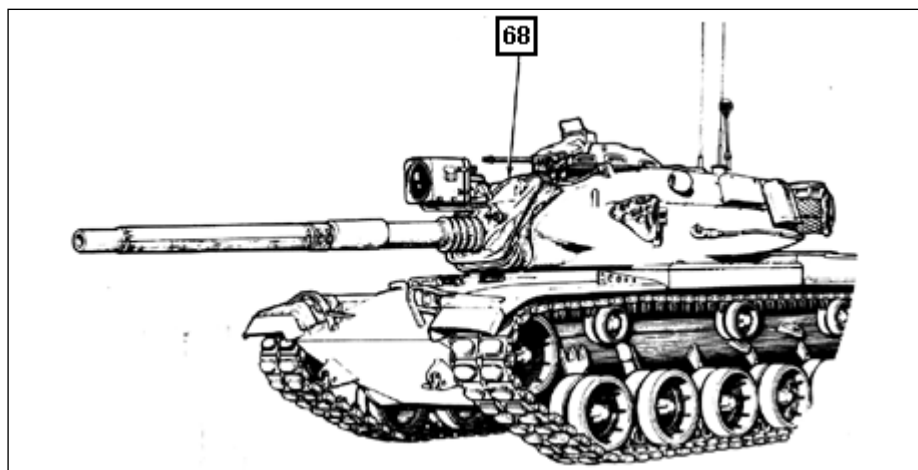

Fig 8-29. Vedação do escudo do canhão
(22) Elevar o Can manualmente ao máximo e aplicar o composto selante nas bordas do escudo do Can(68). (Fig 8-29)